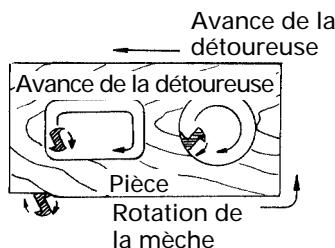

Fig. 20
- (2) Le couteau tourne dans le sens des aiguilles d'une montre (direction de la flèche sur la base). Pour obtenir le maximum d'efficacité au découpage, alimenter la mortaiseuse en se conformant aux directions d'alimentation montrée dans la Fig. 20.